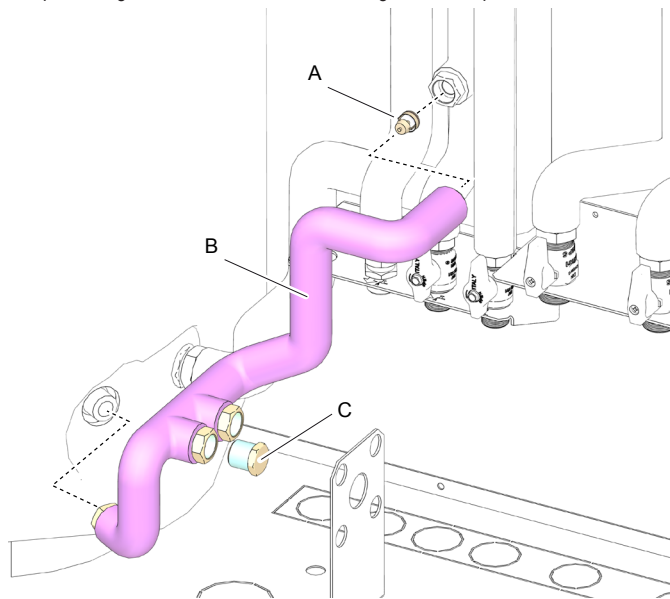
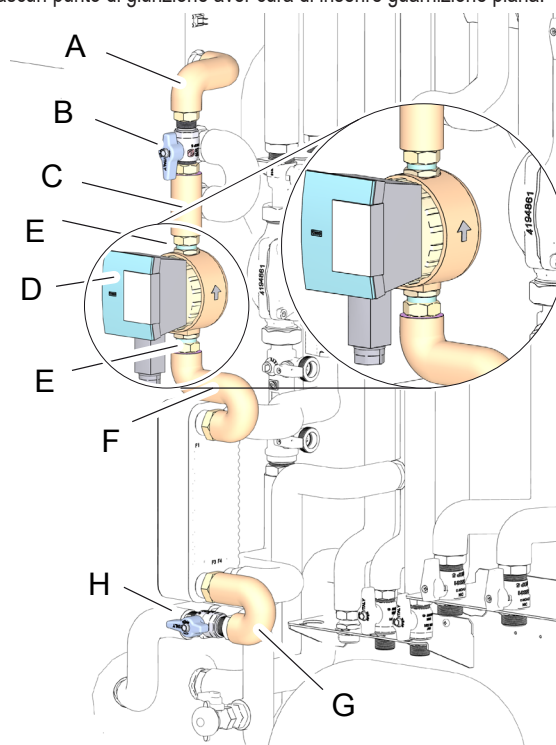

fig. 38 -
fig. 51 -
Montare la valvola di non ritorno (part. A "fig. 38 -"), montare tubazione 3841T910 (part. B "fig. 38 -") avendo cura di premontare il tappo (part. C "fig. 38 -"). Per cia-scun punto di giunzione aver cura di inserire guarnizione piana.
- tubazione cod. 3841T260 (part. A "fig. 51 -")
- rubinetto intercettazione M/M (part. B "fig. 51 -")
- tubazione cod. 3841T270 (part. C "fig. 51 -")
- circolatore ACS STAR-Z NOVA (part. D "fig. 51 -"), avendo cura di montarlo con la freccia stampata sul corpo pompa rivolta in alto
- nippli di giunzione (part. E "fig. 51 -")
- tubazione cod. 3841T280 (part. F "fig. 51 -")
- tubazione cod. 3841T290 (part. G "fig. 51 -")
- rubinetto M/M (part. H "fig. 51 -") avendo cura di smontare il tappo premontato (vedi "fig. 38 -" a pagina 20).